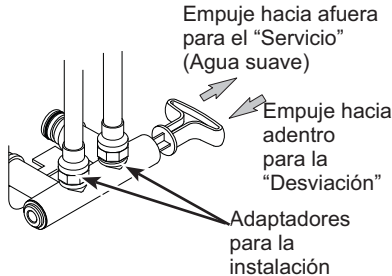
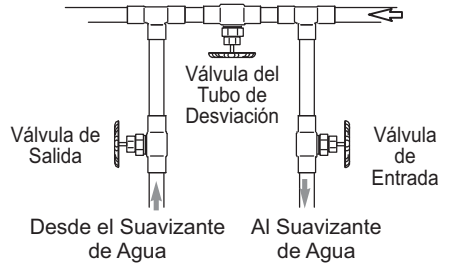

Figura 4
Figura 5
Siempre instale una válvula de desviación simple (provista), como se muestra en la Figura 4, o, si lo desea, puede adquirir y ensamblar piezas para un sistema de desviación de 3 válvulas (no incluido), como se muestra en la Figura 5. Las válvulas de desviación le permiten cerrar el agua en el suavizante para el mantenimiento si es necesario, pero aún tener agua en las tuberías de la casa.
Si instala un sistema de desviación de 3 válvulas (Figura 5), la continuidad eléctrica se podrá mantener. Si instala la válvula de desviación no metálica (Figura 11), consulte la sección de Instalación del Cable a Tierra antes de cortar la tubería.
- Válvula de desviación simple (Figura 4): Lentamente mueva el vástago de la válvula hacia "servicio", haciendo varias pausas para permitir que el suavizante de agua se llene de agua.
- Desviación de 3 válvulas (Figura 5): Cierre totalmente la válvula de desviación y abra la válvula de salida.